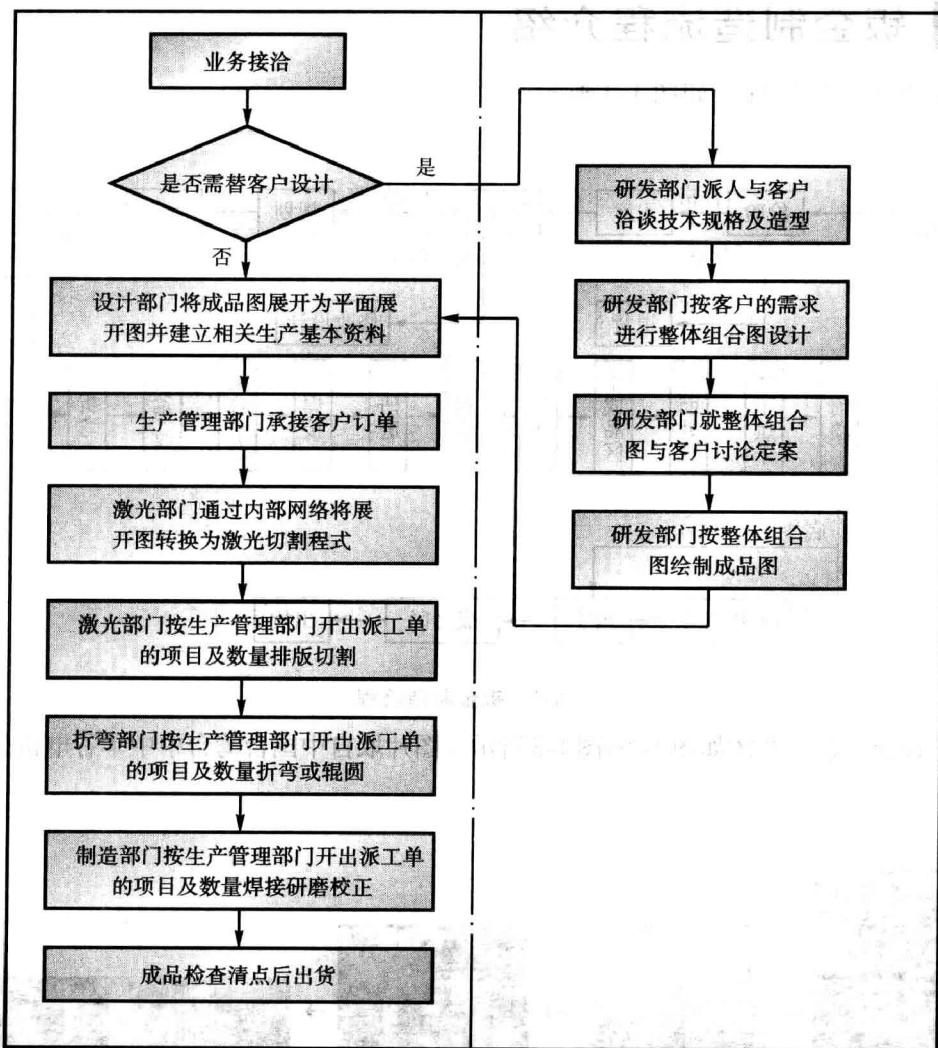

图 1-9 钣金制造作业流程图(取自中国台湾南投县德纶钣金兴业公司)
(3) 举例说明钣金制造具体作业流程, 如图 1-9 所示。